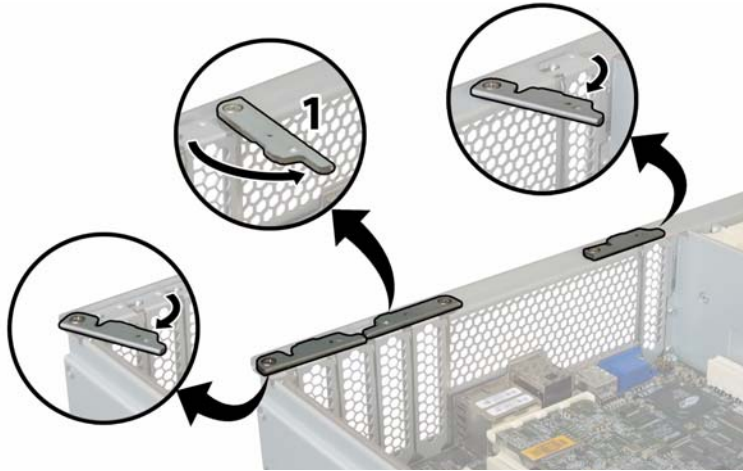

ABBILDUNG 4-41 Öffnen der PCI-Kartenverriegelungen
- b. Öffnen Sie alle Kartenverriegelungen, um die hintere Kante der PCI-Karten freizugeben. Arbeiten Sie dabei von der Gehäuserückseite aus. Siehe **ABBILDUNG 4-41**.